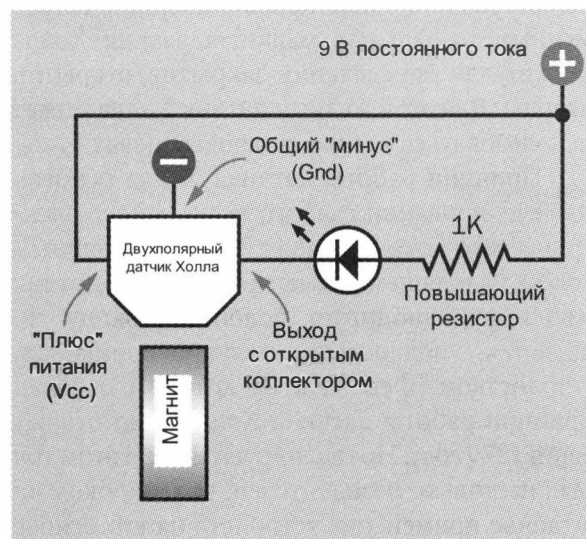

Рис. 30.3. Простая схема для исследования датчика Холла
Соберите схему для тестирования, показанную на рис. 30.3. Обратите внимание, что датчик имеет выход с открытым коллектором — так же, как и фототранзистор, электретный микрофон и компаратор, с которыми мы уже познакомились. Если вы забыли, как работает такой тип выхода, вернитесь к разд. «Выход компаратора» эксперимента 6.
Вернувшись к схеме исследования датчика Холла (см. рис. 30.3 и 30.4), расположите магнит полюсами параллельно активной стороне датчика, а затем протяните его вдоль датчика, чтобы сначала первый, а затем второй полюс магнита воздействовали на датчик. Так же, как и при отдельном воздействии разными полюсами, светодиод должен четко включаться и
- Если выход с открытым коллектором датчика Холла подключить к «плюсу» питания через повышающий резистор (см. рис. 30.3), при включенном датчике на выходе будет низкий уровень, а при выключенном — высокий.